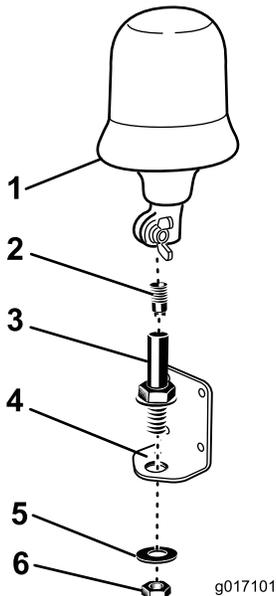

Bild 4
7. Befestigen Sie die Rundumleuchte an der Rundumleuchtenhalterung (Bild 4).
8. Stecken Sie die Rundumleuchte in die Fassung und ziehen Sie die Flügelmutter an (Bild 4).
4. Entfernen Sie den Rundumleuchtenanschluss aus der Rundumleuchtenfassung (Bild 4).